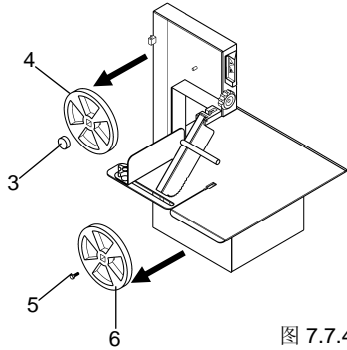

图 7.7.4
- 通过按反时针方向旋转旋钮“3”来放松旋钮“3”，拆除将滑轮规定到位置“4”上的垫圈，用双手抓住滑轮并向自己的方向拉，如图7.7.4中所示，并用浸满中性洗涤剂pH 7的海绵来清洁。
- 通过按反时针方向旋转螺丝夹具5来放松螺丝夹具5，用双手抓住滑轮“6”并向自己的方向拉，如图7.7.4中所示，并用浸满中性洗涤剂pH 7的海绵来清洁。